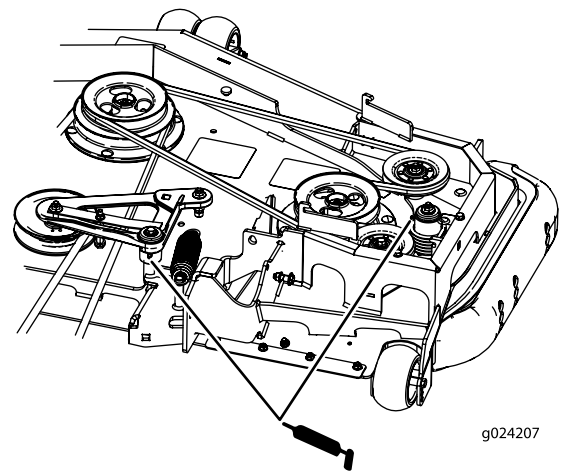

Figura 53
5. Lubrifique os braços intermediários da correia de transmissão (apenas máquinas com descarga traseira) conforme se mostra na Figura 53.